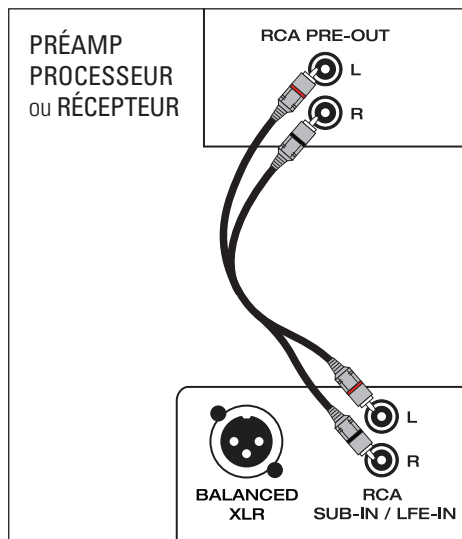

Fig. 3b
2. Entrée stéréo (gauche et droite) se branche à partir du préamplificateur stéréo, du récepteur stéréo ou de toute autre source stéréo de bas niveau appropriée (Fig. 3b).